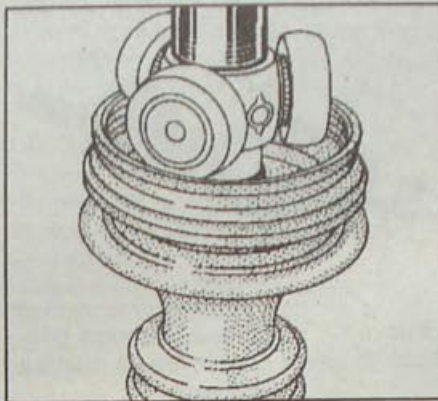

Рис. 8.19. Установка трехосной опоры роликов трипоидного ШРУСа на приводной вал
- При помощи трубчатой оправки соответствующего диаметра установите трехосную опору роликов трипоидного ШРУСа на приводной вал (рис. 8.19).